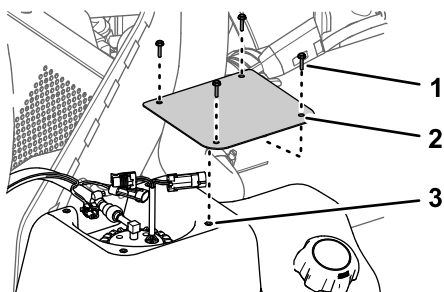

Figure 82
2. Sur le réservoir de carburant, retirez les 4 vis (n° 10 x ¾ po) qui fixent le couvercle au sommet du réservoir et déposez le couvercle (Figure 82).